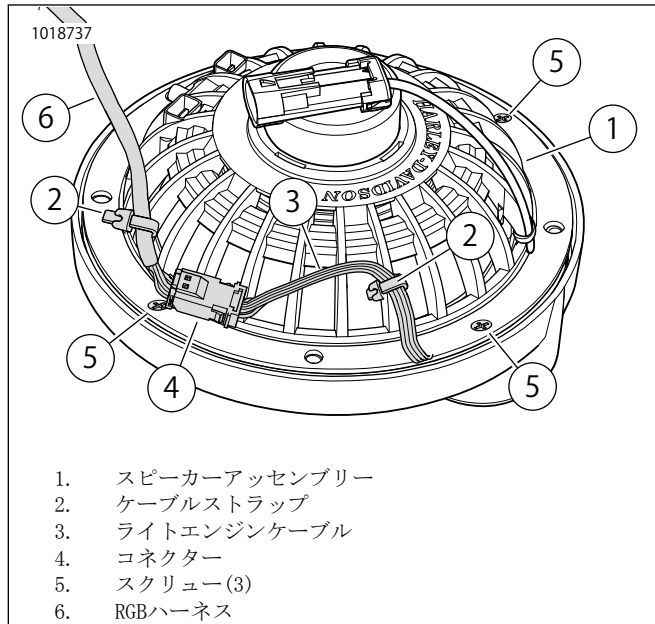

図15. スピーカーの裏、ケーブル、ケーブルストラップ
10. 図15を参照してください。ツイーターアッセンブリーとスピーカー(1)とを組み立てます。スクリュー(5)を挿入する各穴の位置を揃えます。